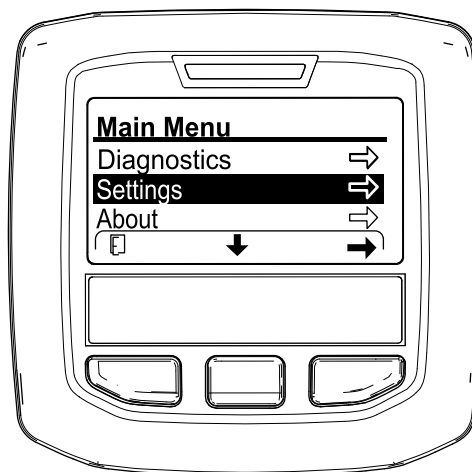

Рисунок 122
- В инфо-центре перейдите в MAIN MENU (ГЛАВНОЕ МЕНЮ) (Рисунок 122).